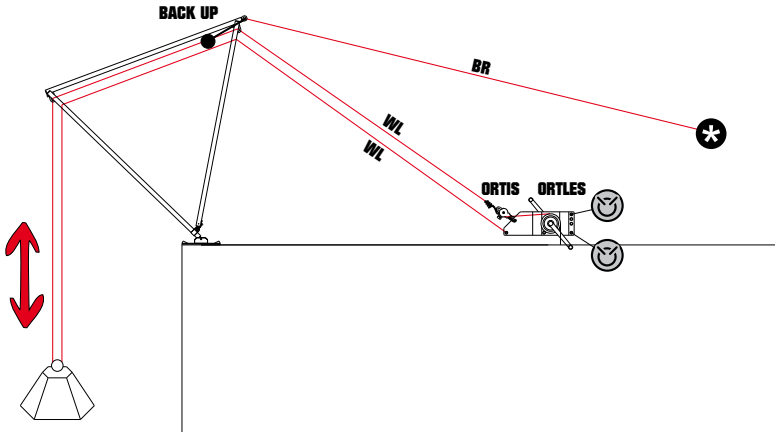
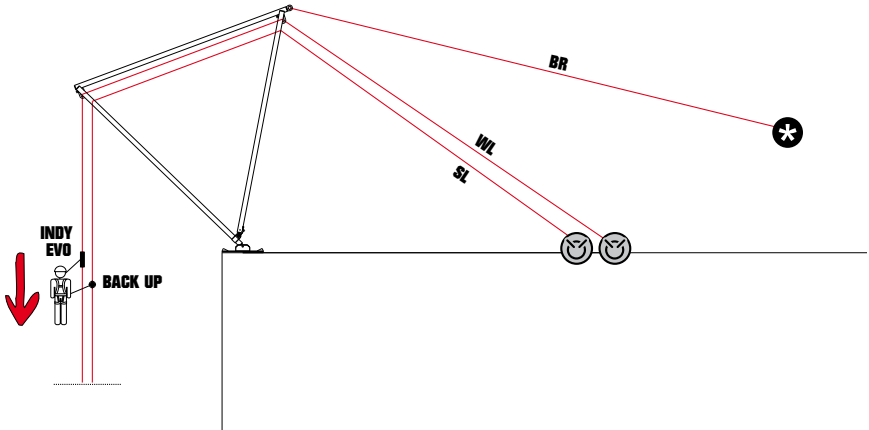

fig. 17
fig. 18
- discesa (fig. 17) e risalita (fig. 18) su fune,